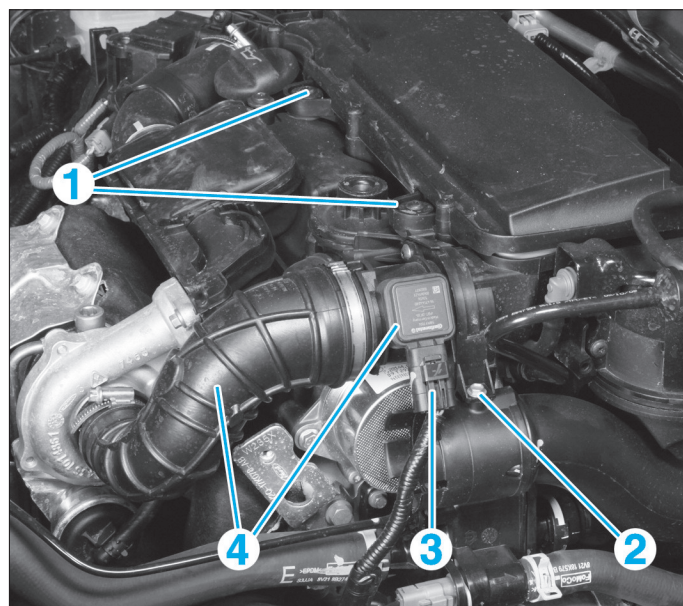
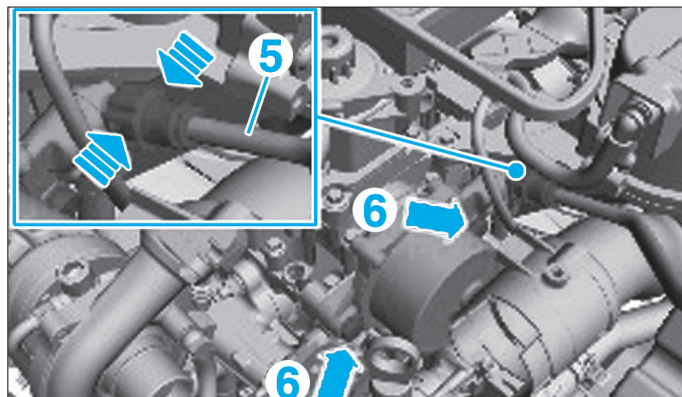

Fig. 14
Fig. 15
- Déposer (Fig.14) :
- les vis (1) du couvercle de filtre à air,
- la vis (2).
- Débrancher le connecteur (3) du débitmètre d'air.
- Déposer l'ensemble durit d'air/débitmètre d'air (4).
- Débrancher la canalisation de dépression (5) (Fig.15).
- les vis (6),